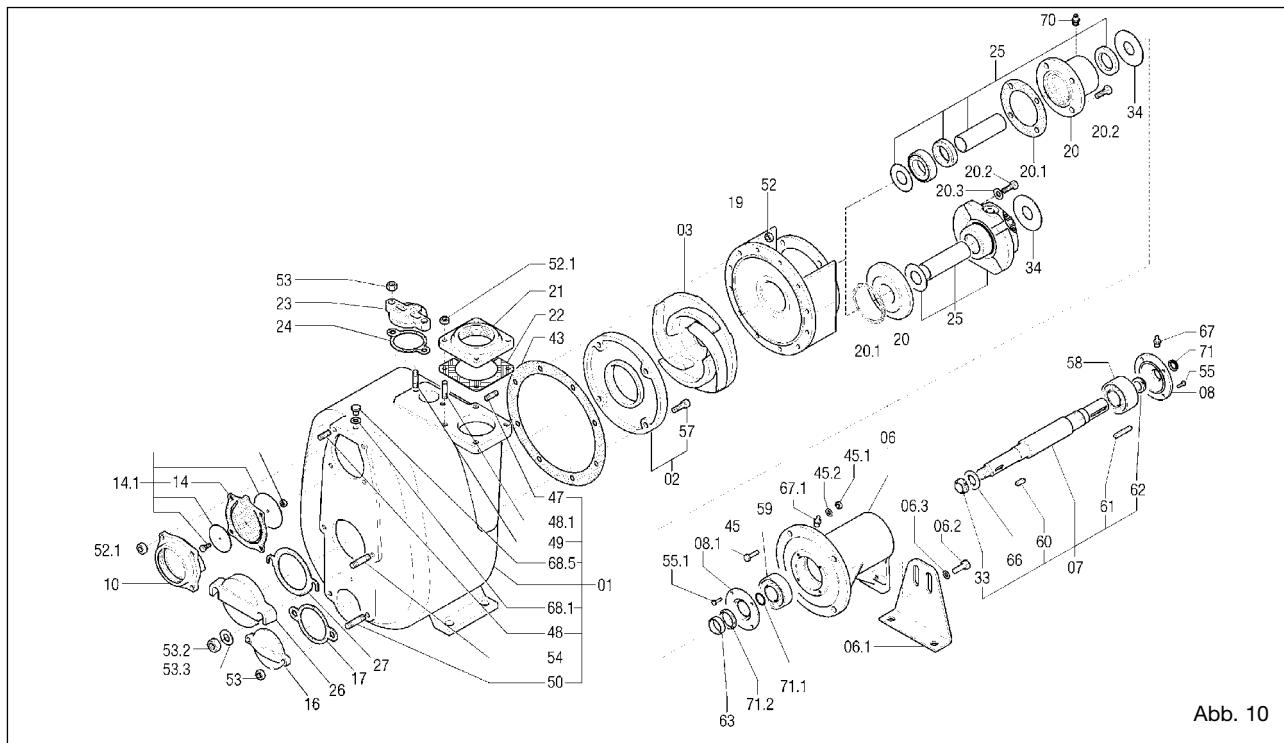
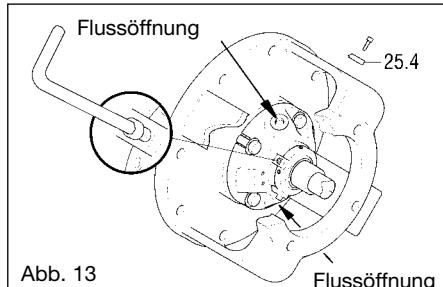

Abb. 10
Abb. 13
Die Ansaugleitung muss einen Durchmesser aufweisen, der dem Durchmesser des Ansaugstutzens der Pumpe entspricht (für größere Durchmesser Varisco konsultieren). Falls möglich Kurven, Kniestücke oder Drosselungen vermeiden, die den Zufluss der Flüssigkeit zur Pumpe behindern können. kein Bodenventil montieren: Die Pumpe weist ein integriertes Rückschlagventil (14) (Abb. 10) auf. Die Pumpe so nahe wie möglich an der zu pumpenden Flüssigkeit installieren und wo möglich versuchen, die Länge der Ansaugleitung zu reduzieren. Die Anschlüsse der Ansaugleitungen müssen vollkommen luftdicht sein. Die Gewinde, die Dichtung der Flansche, die Schnellkupplungen usw. kontrollieren.
Hier ein Beispiel einer Explosionszeichnung (Abb. 10).
13.2 Ersetzung des Laufrades (Abb. 10)
- Die Muttern (52) lösen und den Pumpenkörper entfernen; dabei darauf achten, dass die Dichtung (43) nicht beschädigt wird.
- Das Laufrad (03) Blockieren und die selbstblockierende Mutter (33) abschrauben.
- gegebenenfalls die Dichtung (43) ersetzen.
13.3 Ersetzung des Verschleißtellers (Abb. 10)
- Die Muttern (52) lösen und den Pumpenkörper entfernen; dabei darauf achten, dass die Dichtung (43) nicht beschädigt wird;
- Die Innensechskantschrauben (57) lösen
- Den Verschleißteller (02) ausbauen und ersetzen
- Gegebenenfalls die Dichtung (43) ersetzen
13.4 Ersetzung des Ventils (Abb. 10)
- die Ventilhalterung (10) herausnehmen
- den Ventilsitz der Ventilhalterung (10) reinigen und wieder einsetzen
13.5 Ersetzung der Dichtung vom Typ 1 - 2 - 3 (Bezug Abb. 10,11 und 12)
- die Muttern (52) lösen und den Pumpenkörper entfernen; dabei darauf achten, dass die Dichtung (43) nicht beschädigt wird.
- das Laufrad (03) blockieren und die selbstblockierende Mutter (33) entfernen.
- die Motorhalterung (19) herausnehmen. Zusammen wird automatisch auch der rotierende Teil der Dichtung (40) herausgenommen, der auf dem Distanzstück (31) montiert ist
- den Gegenflansch (39) mit der entsprechenden Dichtung (38) von der Motorhalterung abnehmen
- die Ölwanne (41) abbauen
13.6 Ersetzung der Dichtungen vom Typ 4 - 5 (Bezug Abb. 10, 13, 14, 15 und 16)
- Die Muttern (52) (Abb. 10) lösen und den Pumpenkörper entfernen; dabei darauf achten, dass die Dichtung (43) nicht beschädigt wird.
- Den Laufrad (03) blockieren und die selbstblockierende Mutter (33) abschrauben.
- Die Positionierzurichtungen (25.4) zum Blockieren der Dichtung in ihren Sitzen anbringen. (Abb. 13)
- Die Positionierzurichtungen (25.4) (Abb. 13) zum Blockieren der Dichtung entfernen und an den entsprechenden Bohrungen des Flansches anbringen, so dass sie in der Phase des Ausbaus wiederverwendet werden können.
Zwischenlegen der Dichtung (43) (Abb. 10) mit einer Stärke von 0,5 mm bewirkt den erforderlichen Abstand (Abb. 19).
13.8 Wartung der Lager (Abb. 10)